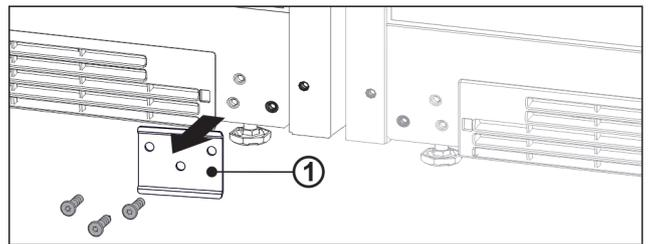

Fig. 11
- ▶ 如果安装了金属片 Fig. 11 (1), 则拧下金属片。